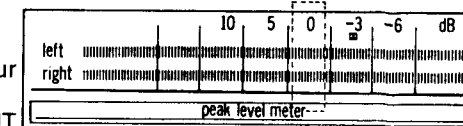

Fig. 16
- La connexion de l'équipement d'essai est montré sur la Fig. 16.